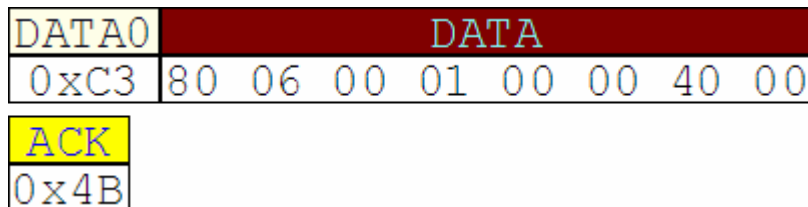

图 A-9 DATA0 后的 ACK 握手分组
1、ACK 表示数据分组没有位填充或数据域上的 CRC 错，并且数据 PID 被正确收到。如果在数据分组后收到了 ACK 握手分组，那算是一个好消息，相当于在王小丫的节目中听到了“恭喜你，你答对啦！”，如图 A-9 和 A-10 所示，为分别在 DATA0 和 DATA1 数据分组后的握手分组。